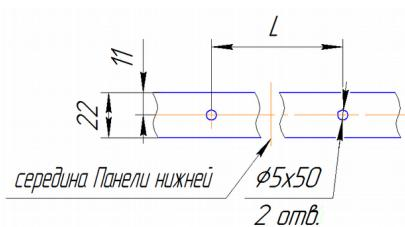
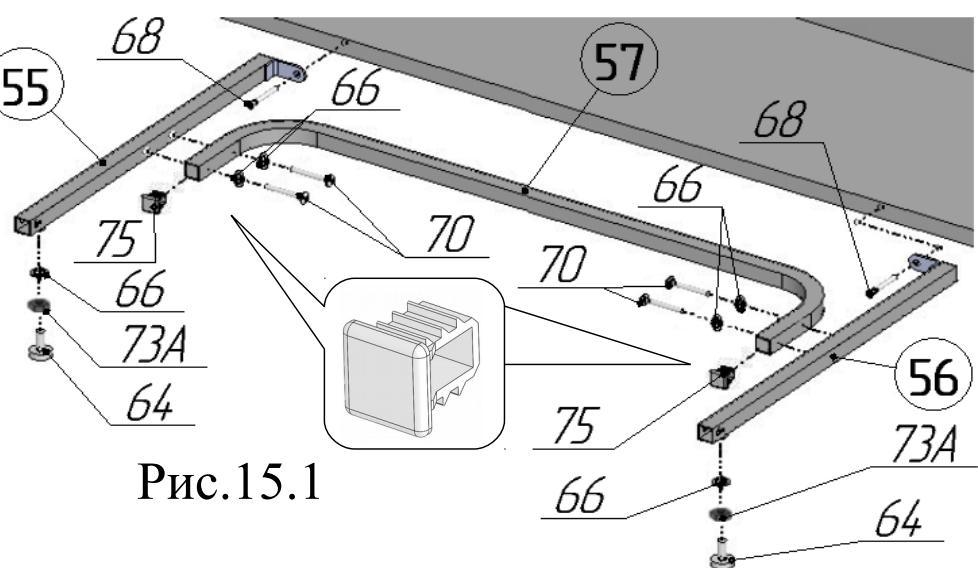
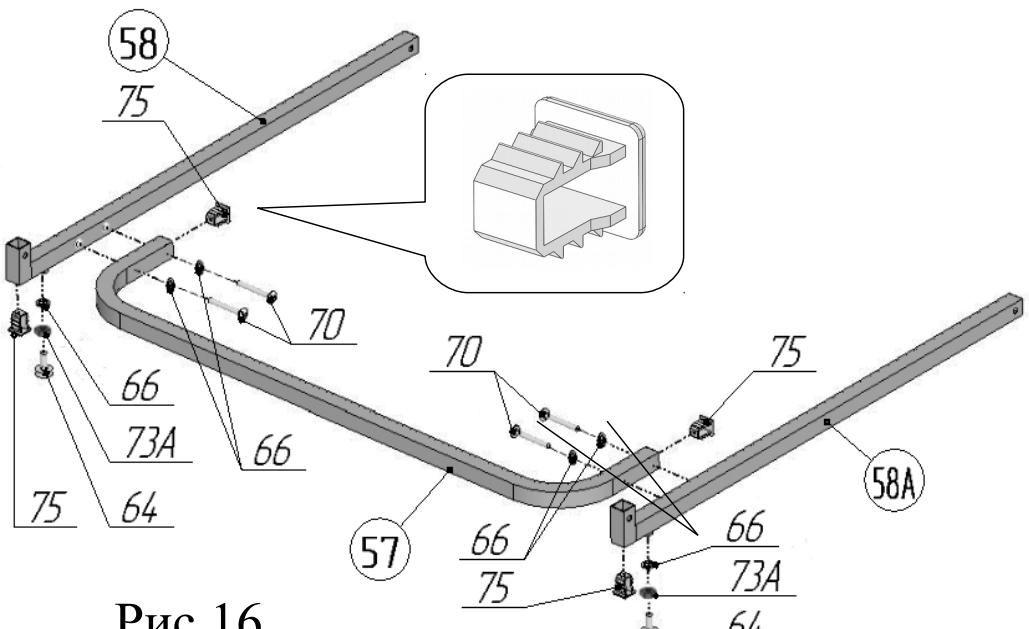

Рис.15.2
Рис.15.1
Рис.16
17. В торцы перемычки поз.57 вставить заглушки 20x20 поз.75 в соответствии с рис.15.1. К перемычке поз.57 присоединить упоры поз.55 и поз.56, используя винты M6x35 поз.70 и шайбы стопорные поз.66 в соответствии с рисунком 15.1. Во встроенные гайки упоров поз.55,56 ввернуть ножки поз.64, предварительно навинтив на них гайки M8 ГОСТ поз.73А и надев на стержни ножек шайбы стопорные поз.66. Просверлить в панели нижней поз.43 отверстия ф5х50 в соответствии с рис.15.2, L=648мм. Присоединить собранную конструкцию к коробу с помощью винтов-конфирматов поз.68 (рис.15.1).
поз.58, 58А, используя винты M6x35 поз.70 и шайбы стопорные поз.66 в соответствии с рисунком 16. Во встроенные гайки ног поз.58 и 58А ввернуть ножки поз.64, предварительно навинтив на них гайки M8 ГОСТ поз.73А и надев на стержни ножек шайбы стопорные поз.66. В ноги поз.58 вставить заглушки 20x20 поз.75 в соответствии с рисунком 16. После окончательной сборки стола отрегулировать ножки поз.64, установленные в данном пункте и п.16. Затянуть гайки поз.73А таким образом, чтобы шайбы поз. 66 оказались прижаты к ногам поз.58, 58А (рис.16) и упорам поз.55,56 (рис.15.1).